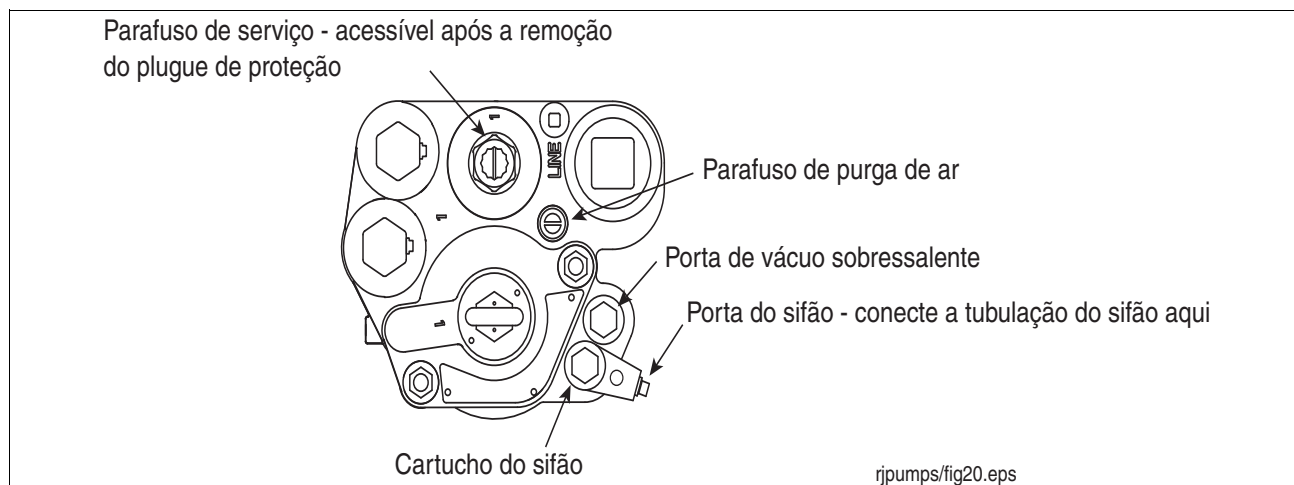

Figura 37. Conexão do sifão
A porta do sifão da STP Red Jacket está em um conjunto de sifão que se encaixa em uma das duas portas de vácuo (consulte a Figura 37). A extremidade da porta pode ser girada depois de soltar o sextavado na parte superior para acomodar o tubo de sifão de entrada. Aperte o conjunto do sifão com um torque de 20 a 41 N•m (15 a 30 pés-lb) após o posicionamento.
2. Abra o parafuso de purga de ar de 2 a 3 voltas no sentido anti-horário (consulte a Figura 37).